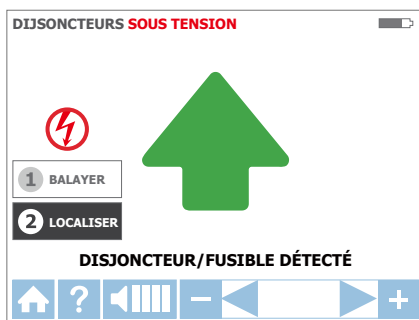

Figure 3.3f : Mode LOCALISATION : Disjoncteur/fusible identifié
3. Rebalayez tous les disjoncteurs/fusibles jusqu'à ce qu'une flèche verte fixe et une alerte sonore indiquent que le disjoncteur/fusible correct a été trouvé (Figure 3.3f).